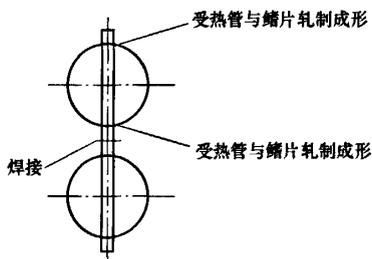

图5 隔板与受热管的连接
(2) 隔板的装配 ①如图5所示，受热管与鳍片之间通过轧制成形，没有焊缝，然后只需要将相邻的鳍片通过焊接的方法连接起来，即使某种原因使鳍片之间的焊缝开裂，也不会使受热管被撕裂而漏水，鳍片之间的焊缝仅仅起到密封和防止烟气的作用。这种方法的局限性是费用太高，仅鳍片管单价就在25 000元/t，而市场上汽化烟道的售价约为15 000元/t，用户很难接受。②受热管与隔板之间仍然采取焊接的形式，不同的是此方法需采取如图6所示的膜式壁的焊接成形设备。